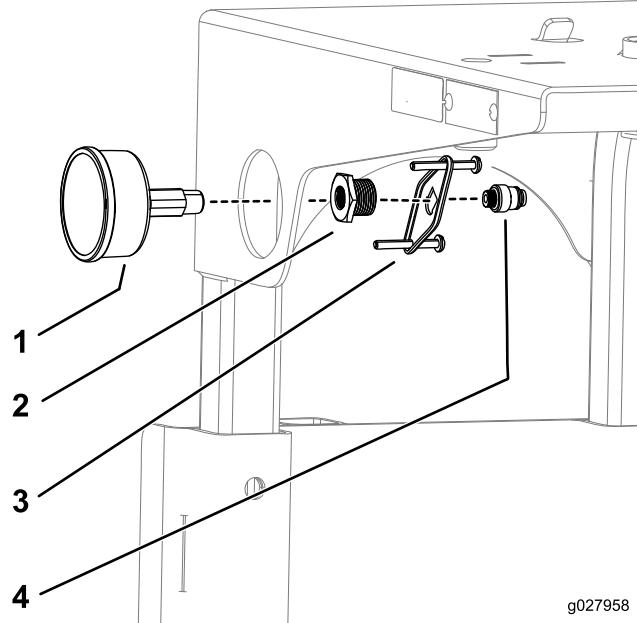

Figura 7
- Aplique cinta PTFE a las roscas del manómetro e instale el conjunto de manómetro según se muestra en Figura 7.